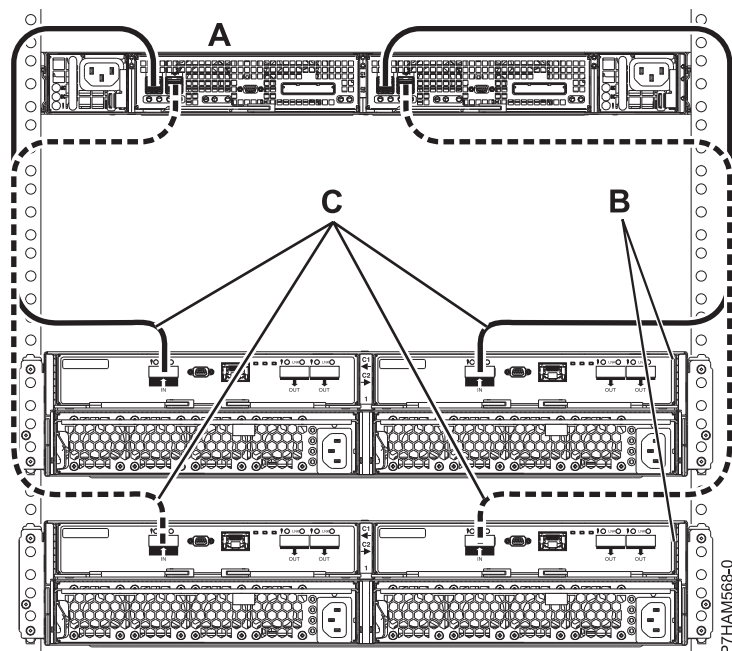

図 40. EX ケーブルを使用した PCIe ストレージ・エンクロージャーへの 2 台の 5887 ディスク・ドライブ・エンクロージャーのモード 1 接続
14. 91 ページの図 40 に示すように、EX ケーブル (C) を使用して、SAS ディスク・ドロワー (A) をサポートする PCIe ストレージ・エンクロージャーに 2 台の 5887 ディスク・ドライブ・エンクロージャー (B) のモード 1 接続を行います。
- PCIe ストレージ・エンクロージャー (A) の各内部アダプターは、他のアダプターおよびすべてのディスク・ドライブ・ベイにアクセスできます。
- 91 ページの図 40 に示すように、同じ 5887 ディスク・ドライブ・エンクロージャーの両方の EX ケーブル (C) は、PCIe ストレージ・エンクロージャーの同番号の SAS ポートに接続する必要があります。